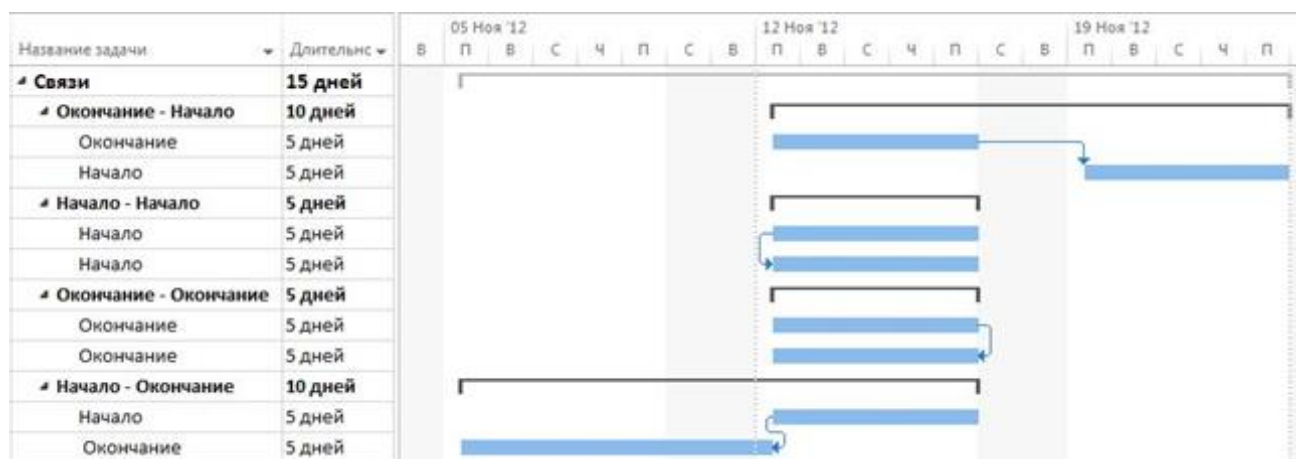

Рисунок 5 – 4 типа связей
- ✓ «Начало – Окончание» – последующая операция заканчивается не раньше начала предшествующей, Рисунок 5. Например, ученик повара не может закончить намазывать крем на торт, пока шеф-повар не придет и не оценит, как ученик выполнил работу.